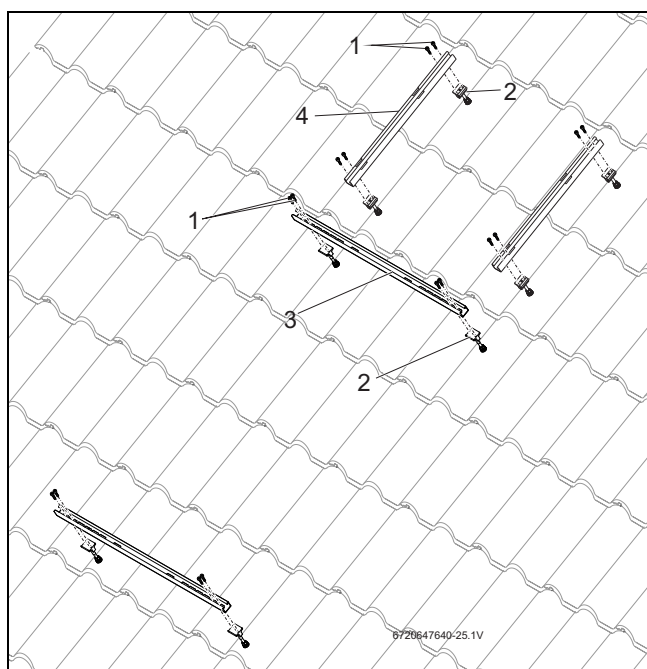

Fig. 51 Fijar el perfil del captador al caballete de soporte
- ▶ Fijar los perfiles del captador (Fig. 51, [3]), con dos tornillos cada uno [1], en el caballete de soporte [2]; empezando por el agujero alargado inferior.
- ▶ Fijar los perfiles del acumulador (Fig. 51, [4]) en el caballete de soporte con dos tornillos cada uno; empezando por el agujero alargado inferior.